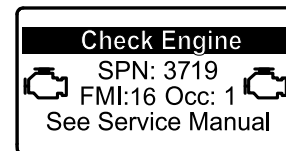

Figure 28
- Si une régénération en stationnement est nécessaire, l'InfoCenter affiche l'avertissement SPN 3719, FMI 16 (Figure 28) et l'ordinateur du moteur réduit la puissance du moteur à 85 %.